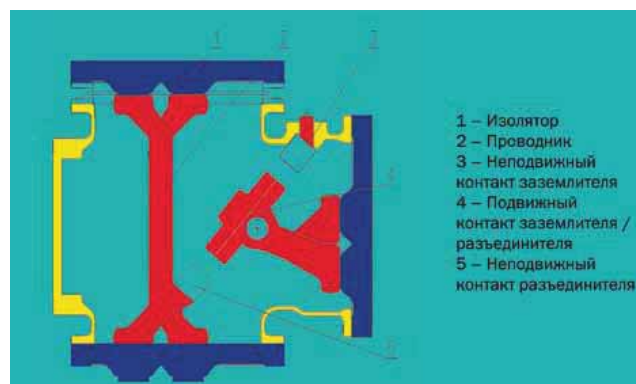

Рис. 4.4 Шинный трехпозиционный выключатель
4.8.4 Шинный трехпозиционный выключатель (рис. 4.4)